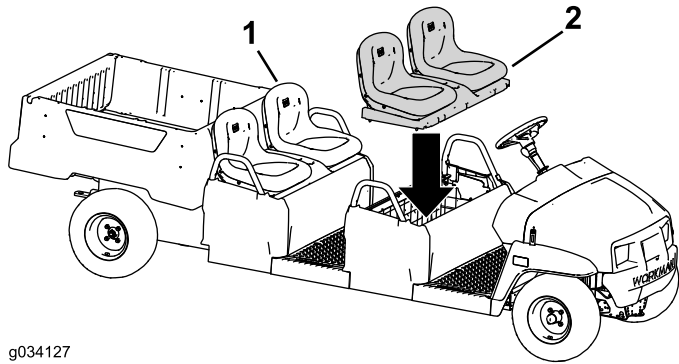

Figura 100
2. Instale o conjunto do banco original na fila do banco traseiro (Figura 100).
3. Instale o conjunto do banco na fila do banco dianteiro (Figura 100).